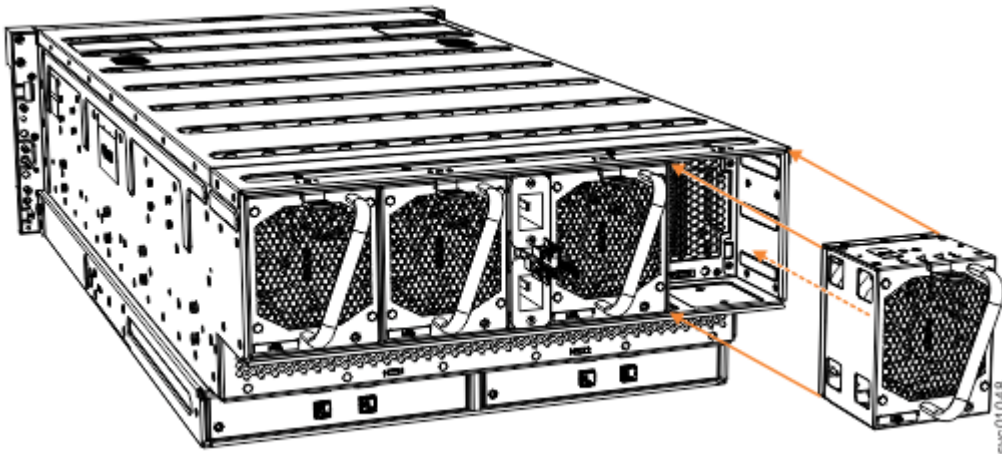

Abbildung 122. Lüftermodul entfernen
3. Ziehen Sie das Lüftermodul am Griff aus dem Erweiterungsgehäusechassis (siehe Abbildung 122 auf Seite 110).